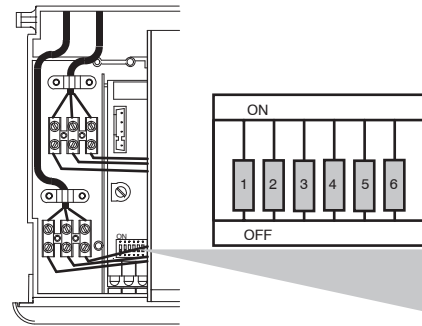

Fig. 8.13
- 4 Once memorising is completed, disconnect power supply from boiler and return the DIP switches to OFF position (Fig. 8.13).
- 4 После завершения внесения в память данных отключите подачу электрического питания к котлу и поставьте «впаиваемый в печатную плату пакет миниатюрных переключателей» в положение ВЫКЛ (Fig. 8.13).